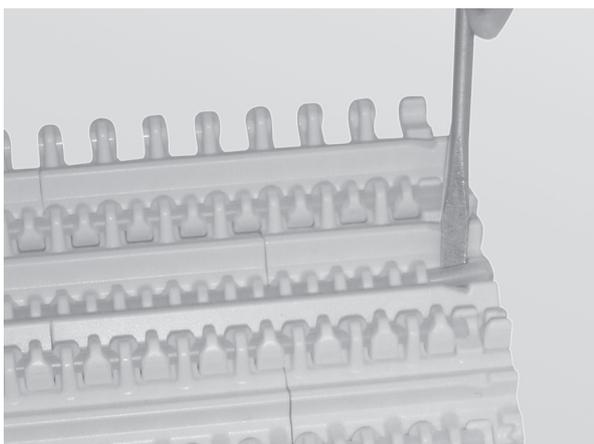

Figure 35
2. Servez-vous d'un tournevis à tête plate pour soulever l'extrémité de la tige de courroie au dessus de la gouttière de rétention (Figure 35).